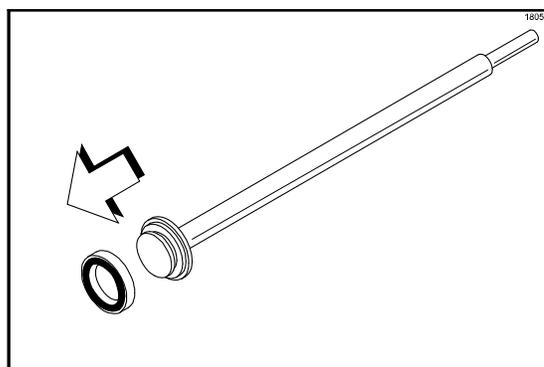

図76
7. プランジャーアッセンブリからシールアッセンブリを取り外します(図76を参照)。